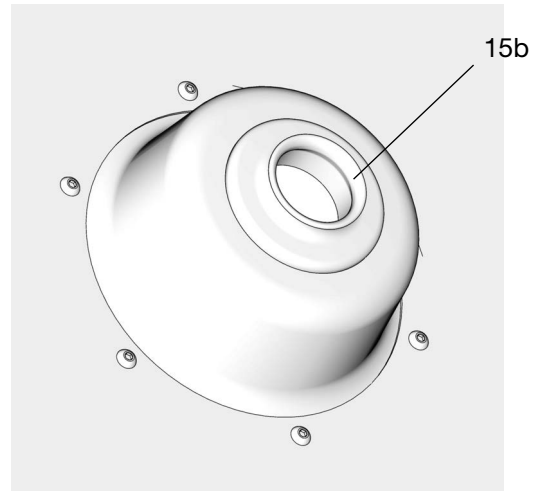

FIG. 26
5. Ispezionare la piastra di inseguimento per assicurarsi che la guarnizione in gomma (15b) si trovi nel centro della piastra (FIG. 26).